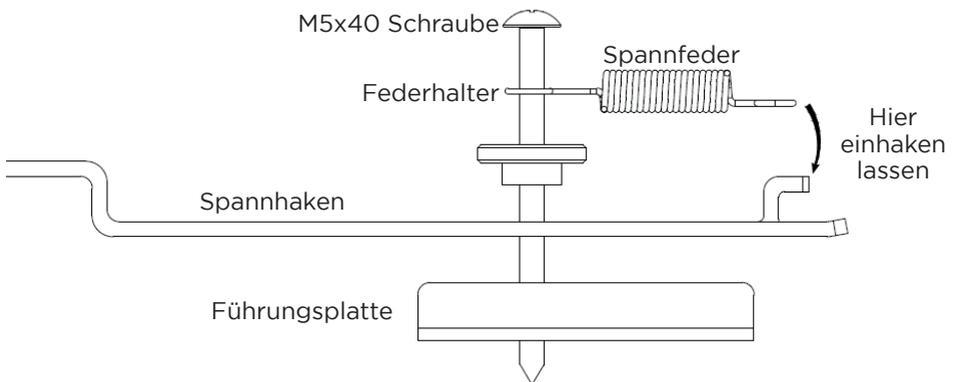

Abb. 1
3. Untere Montagewinkel | Setzen Sie den Winkel mit den Bestandteilen ge-mäß Abb. 1 zusammen.